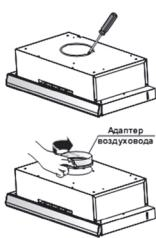

Рис. 1
1. Для выведения воздуха в режиме вентиляции необходимо вынуть заглушку из пластика. Вставить в открытое отверстие адаптер из комплекта поставки. (Рис. 1).